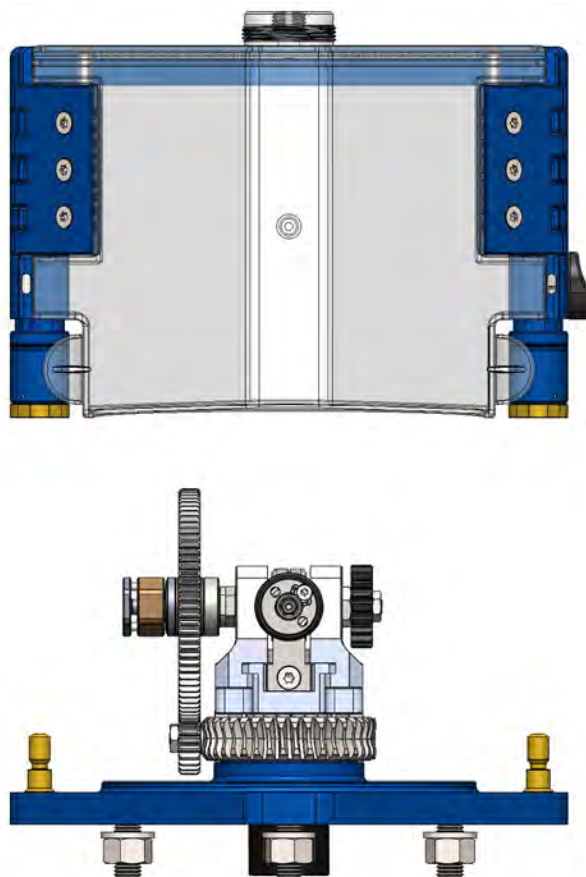

Figura 14
2. Mantenendo i pulsanti premuti, sollevare la copertura. Figura 14;